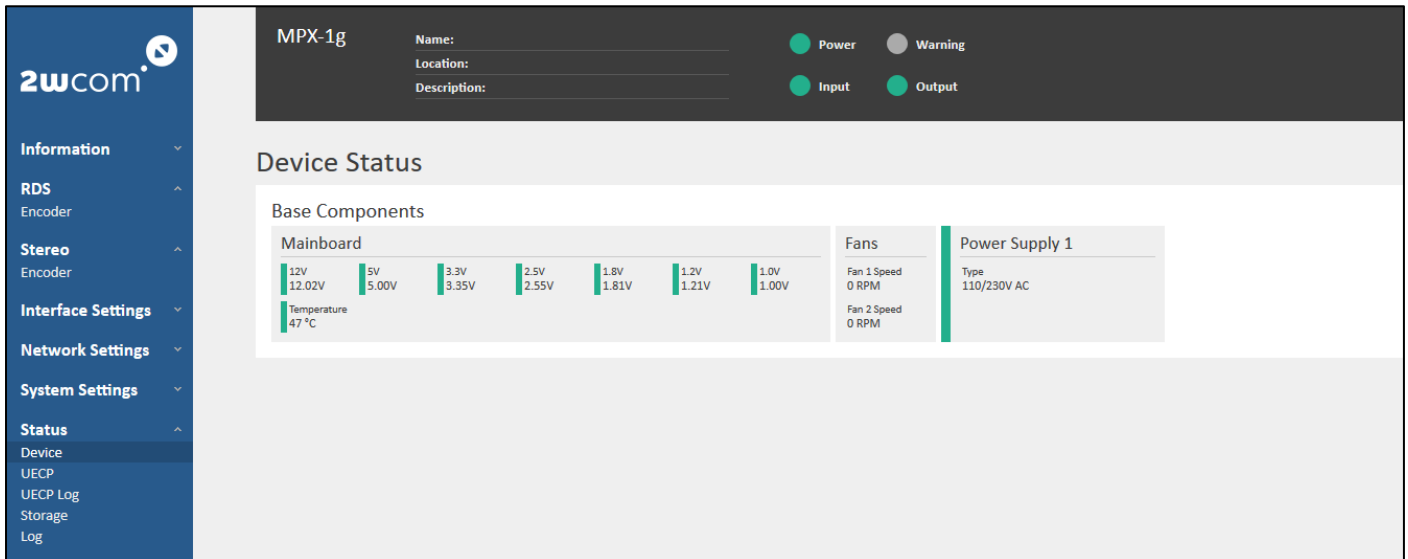

Abbildung 44: Status der Netzteile und der elektrischen Spannungen auf der Hauptplatine
- Aktuelle Information über den Gerätebetrieb wie z.B. Status der beiden Netzteile und der elektrischen Spannungen auf der Hauptplatine können Sie unter **Status→Device** ansehen (s. Abbildung 44).